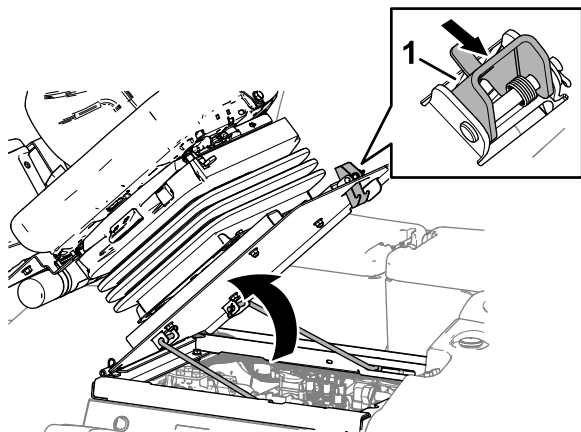

Figure 96
1. Déplacez le verrou du siège vers l'extérieur (Figure 96).